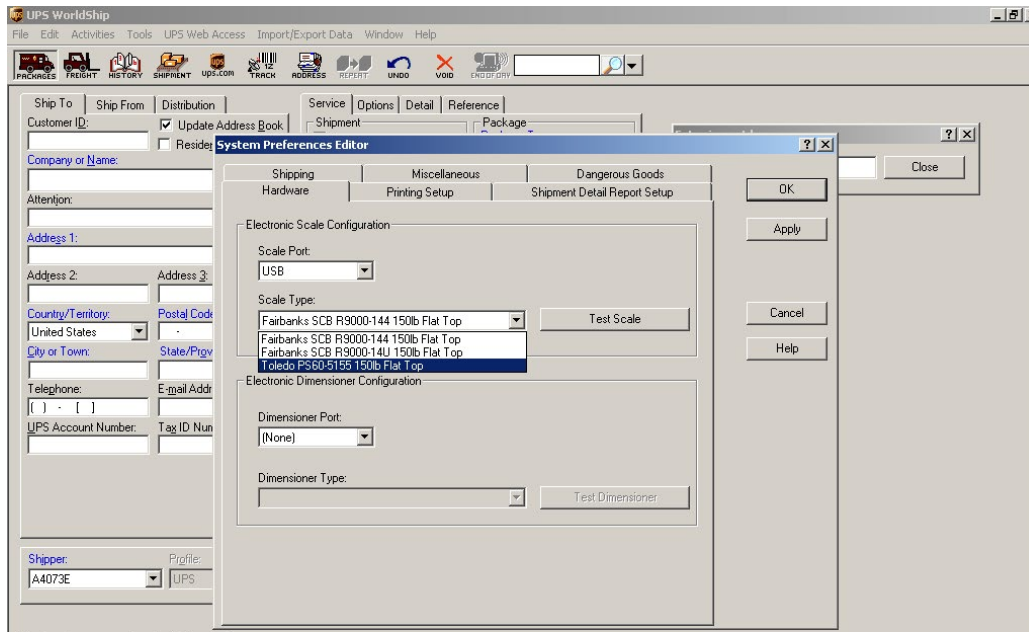

Figure 8
4. Dans le menu déroulant Scale Type, sélectionnez la balance figurant sous la désignation « Mettler Toledo », « Mettler » ou « 60 ». (Voir Figure 8)